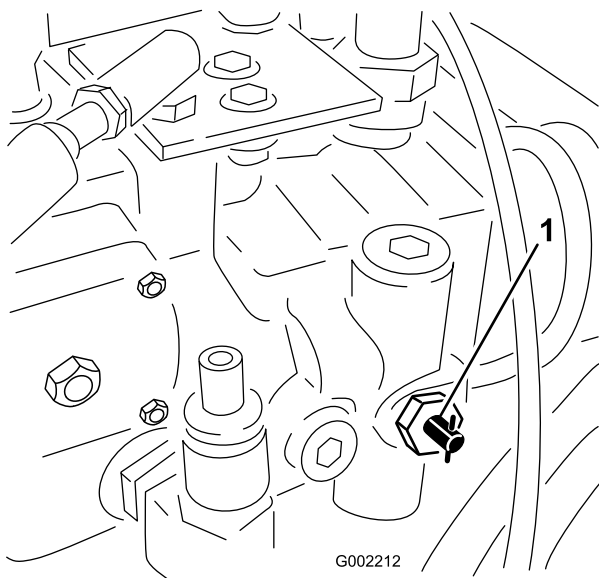

図 26
- 1. バイパス・バルブ（図 26）を左右どちらかに 90° 回転させるとバルブが開く。